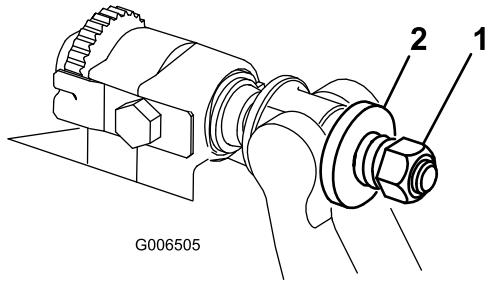

図 27
- スプリングがつぶれるまでテンションナットを締め、そこから半回転戻す図 27。